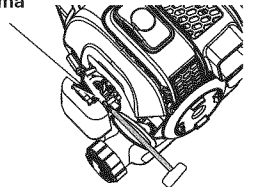

Fig. 29
La velocidad mínima del motor puede ser ajustada. Puede tener acceso al tornillo de ajuste de mínima a través de un orificio en la parte superior de la cubierta del motor (Fig. 29).
2. Suelte el gatillo del regulador y deje que el motor funcione en mínima. Si el motor se para, inserte un destornillador Phillips pequeño en el orificio de la cubierta del motor (Fig. 29). Gire el tornillo de mínima hacia adentro, en sentido horario, de a 1/8 de vuelta por vez (según sea necesario) hasta que el motor funcione en mínima suavemente.